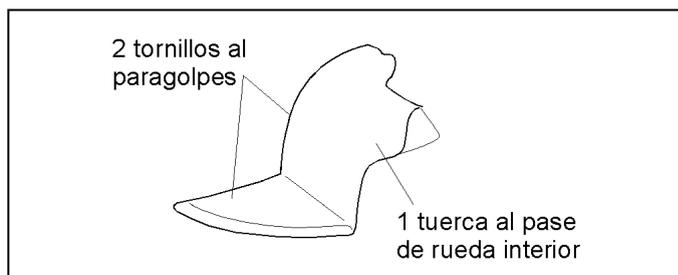

Figura 48.- Unión del guardabarros trasero
- Guardabarros traseros (figura 48).
En la figura 48, se muestra la unión del guardabarros trasero con el resto de la carrocería.
- Guardabarros trasero (figura 48).